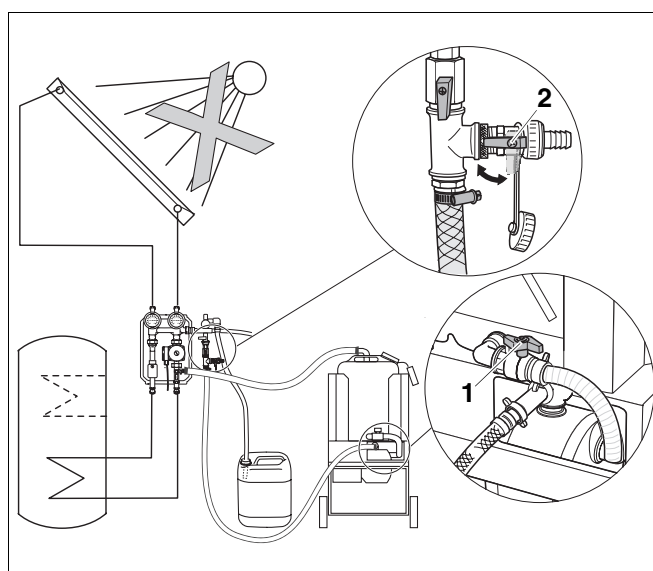

Abb. 11 Kugelhahn am Saugschlauch und FE-Hahn im Abgang des T-Stückes öffnen
- ▶ Füllen Sie die Pumpe mit Wärmeträgerflüssigkeit. Öffnen Sie dazu den Kugelhahn am Saugschlauch (Abb. 11, **Pos. 1**) der Pumpe und den FE-Hahn (Abb. 11, **Pos. 2**) im Abgang des T-Stückes (am Druckschlauch).
- ▶ Warten Sie einen Moment, bis die Pumpe vollgelaufen ist und schließen Sie den FE-Hahn (Abb. 11, **Pos. 2**) wieder.